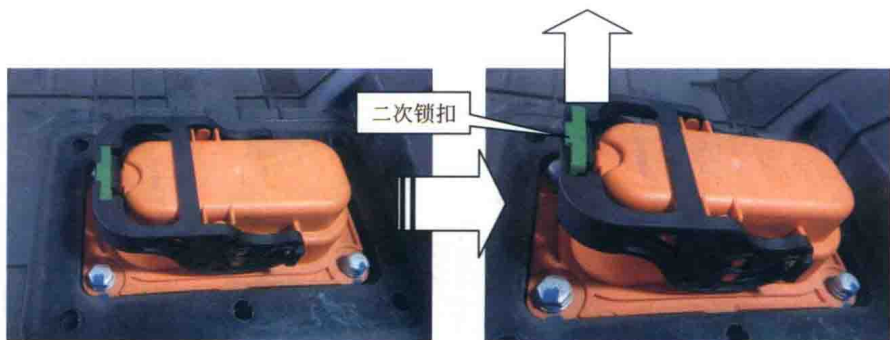

图 1-10 打开二次锁扣
- ④ 打开维修开关上方的地毯盖板。
- ⑤ 拆下维修盖板 4 颗安装螺栓, 拆除维修开关盖板。
- ⑥ 打开维修开关二次锁扣, 见图 1-10。